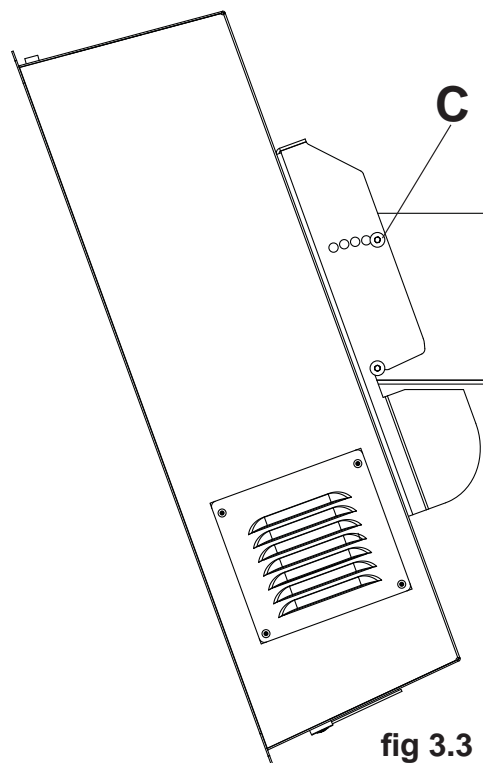

fig 3.3
Insert two M10 x 16 mm socket screws (**C**) and two split lock washers (**D**) through tilt plate (**B**) and into top of wall box (**A**) as shown in figure 3.3. Tighten all fasteners using 6 mm allen wrench.
Insérez deux vis à tête creuse M10 x 16 mm (C) et deux rondelles fendues (D) dans la plaque d'inclinaison (B) et sur le dessus du boîtier mural (A) comme illustré à la figure 3.3. Serrez toutes les fixations à l'aide d'une clé hexagonale de 6 mm.